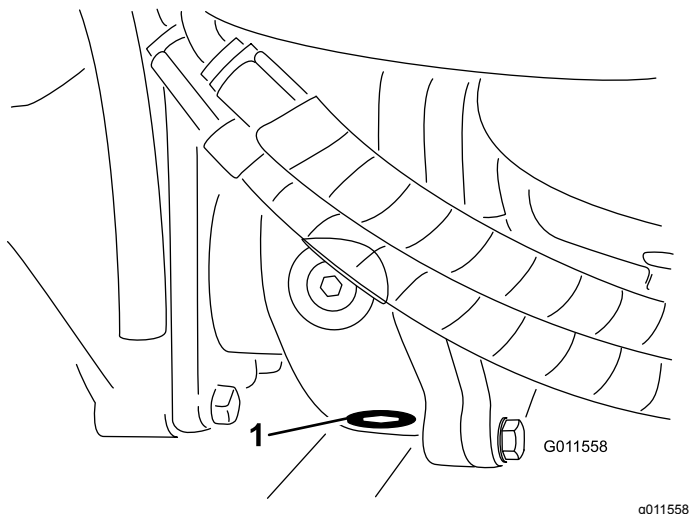

**Figura 108**
2. Pulite attorno ai tre tappi di spurgo, uno per lato ed uno in centro (Figura 108).